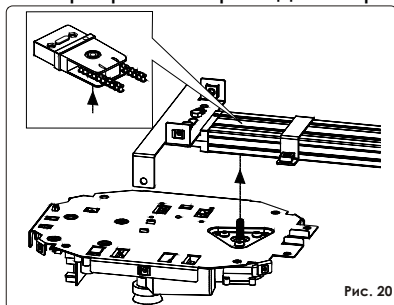

Рис. 20
- Вставьте вал привода в пару, расположенную в заднем креплении направляющей (рис.20).